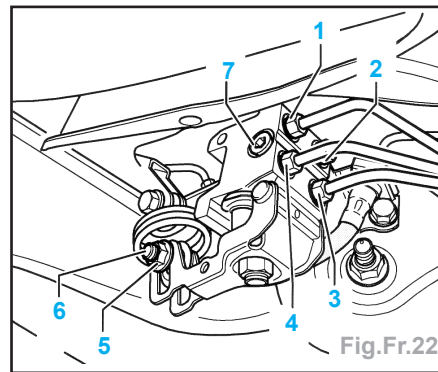

Fig.Fr.22
- Dévisser les conduites de frein (1, 2, 3 et 4) du correcteur de freinage (Fig. Fr.22).